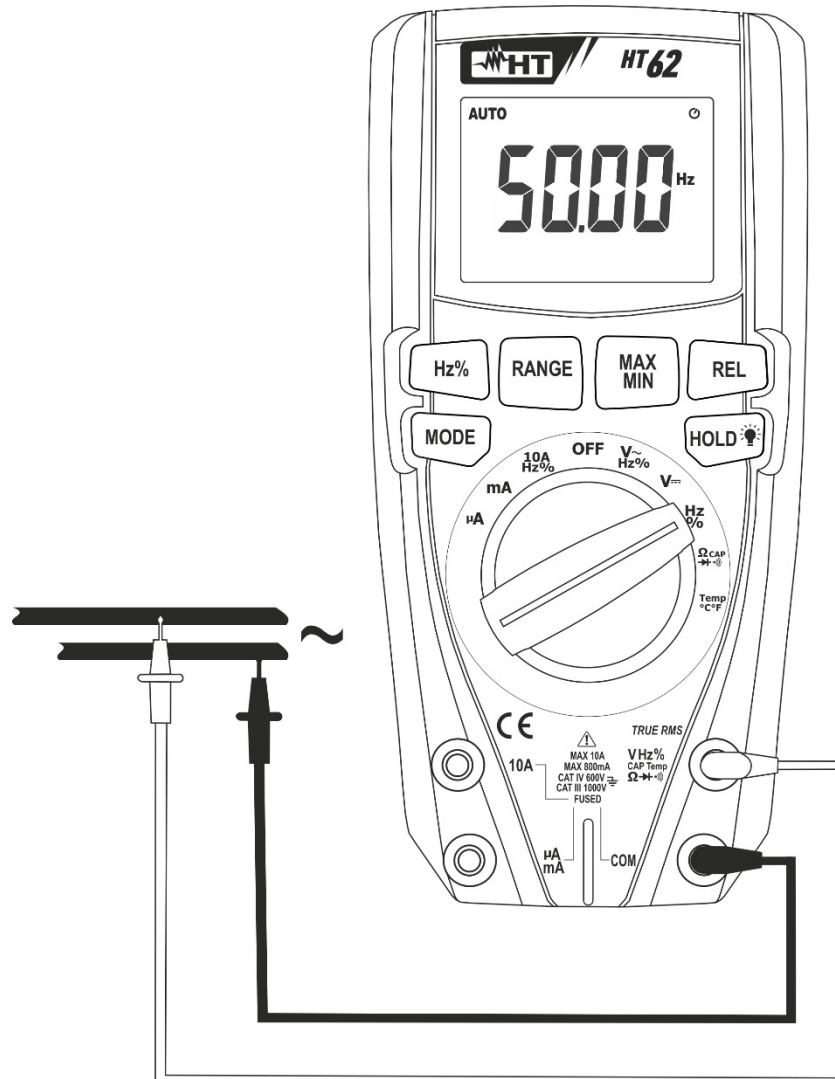

Abb. 4: Verwendung des Gerätes für Frequenz- und Duty Cycle-Messungen
4. Verbinden Sie die rote Messleitung und die schwarze Messleitung mit den gewünschten Messpunkten des zu messenden Kreises (siehe Fig. 4). Der Wert der Frequenz (Hz) oder des Duty Cycle (%) erscheint auf dem Display. Das Bar-Graph ist bei diesen Funktionen nicht aktiv.